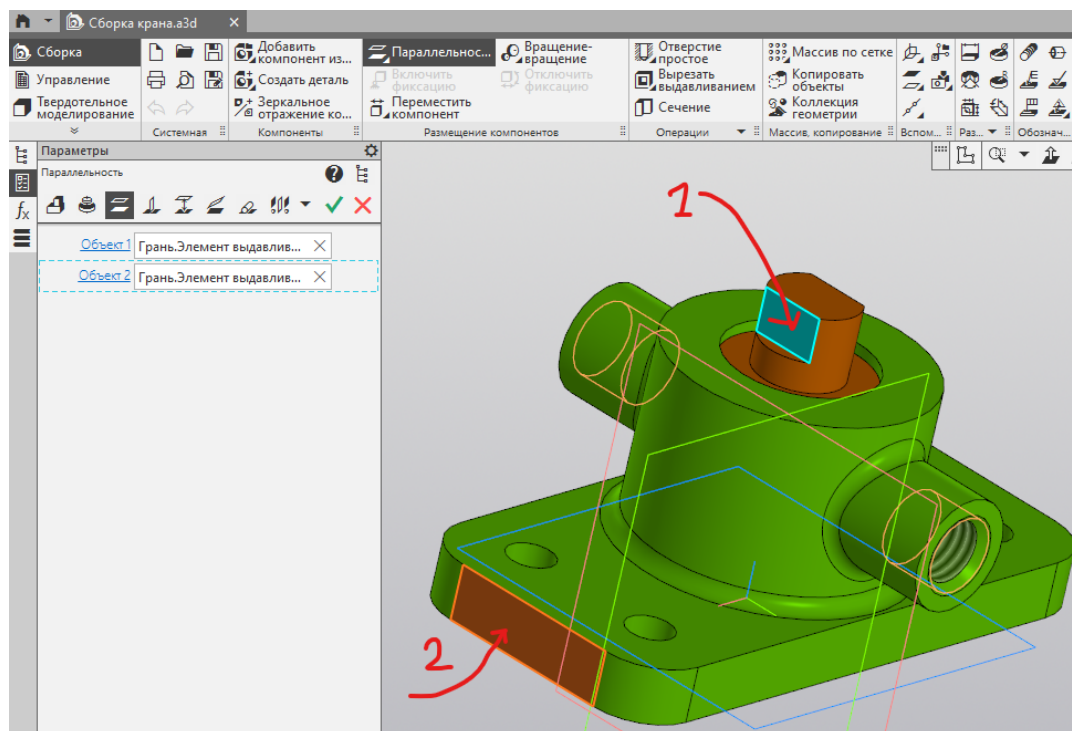

Рисунок 35 – Настройка параметров зависимости «Параллельность» с указанием поверхностей
3.8 Для того, чтобы крана перевести в положение «Закрыт» необходимо наложить еще одну зависимость – «Параллельность». В параметрах параллельности укажите те поверхности корпуса и штока, которые должны быть между собой параллельны (рис. 35).